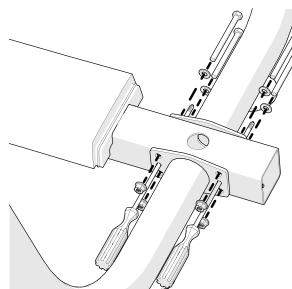

Рисунок 5
- Наденьте плоскую шайбу **5** на каждый из четырех болтов **3**, затем, с противоположной стороны центральной опоры, вставьте четыре болта **3** и закрепите гайку **1** на каждом болте. Частично затяните крепления (см. рисунок 5).